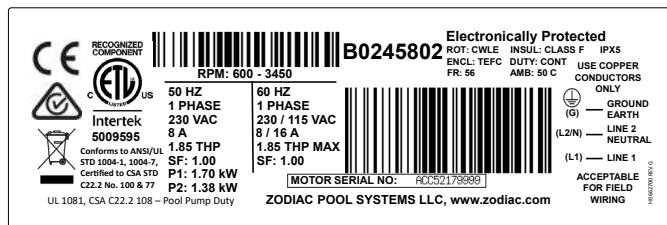

Figura 12. Clasificación del motor
1. Consulte la etiqueta de clasificación del motor para hallar el número de serie. Ejemplo en la Figura 12.